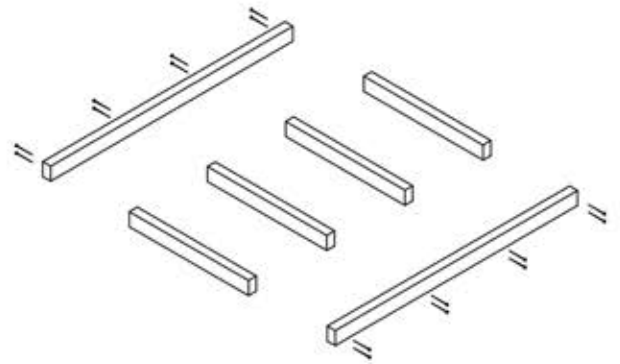

FIG. P12-2
- 1ヶ所につき2本の3インチ(76mm)ネジを使って留めます。図P12-2参照